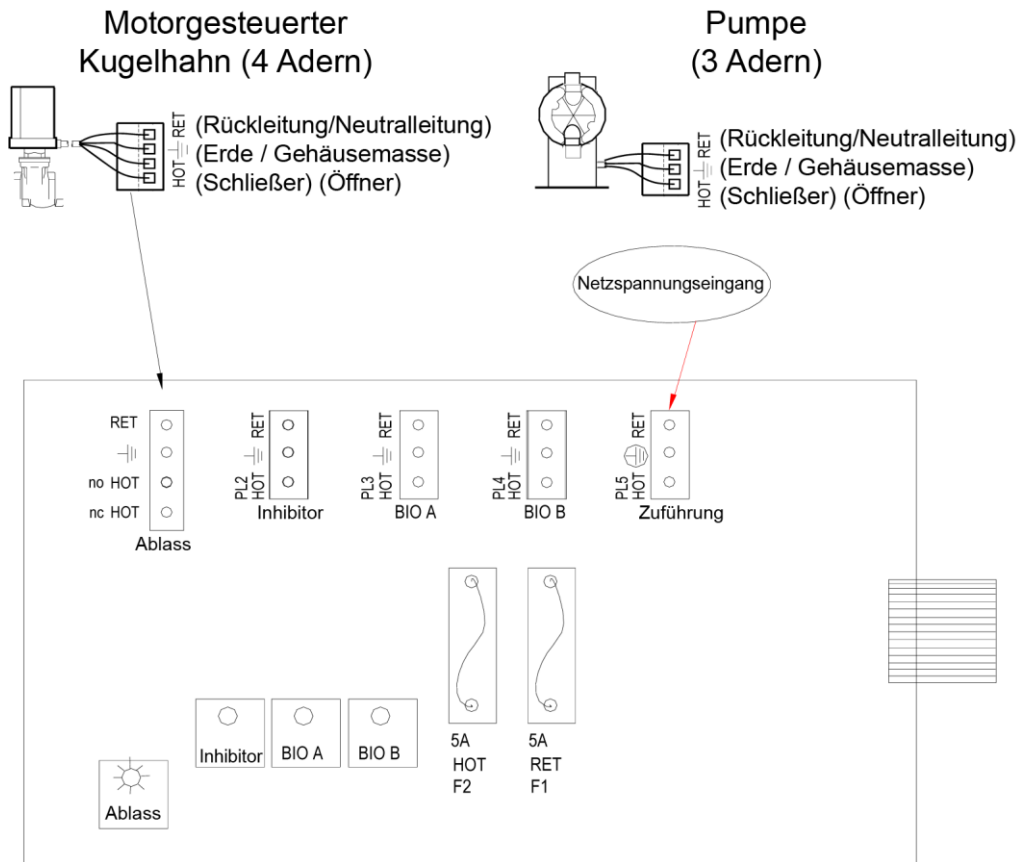

Abb. 6
Die elektronische Eingangsschaltung des *MicroVision* Controllers ist durch eine Sicherung sowohl am Neutraleingang als auch am Spannungseingang geschützt (*austauschbare Sicherung für 5 A, siehe Abb. 6*).
Controller mit Kabelrohren haben zur festen Verkabelung Öffnungen an den Kabelrohranschlüssen. Die Eingangs- und Ausgangsanschlüsse sind in Abb. 6
dargestellt. Verwenden Sie für die Kabelrohrstromversorgungs- und Lastanschlüsse nur Litzenkabel mit einem Querschnitt von 1,2 mm². Die Eingangsspannung wird an **PL5** auf der Relais-Platine (siehe Abb. 6) angeschlossen. Der obere Teil des Klemmenblocks ist abnehmbar, sodass die drei (3) Schrauben des Verbinders bequem zugänglich sind.
Die Niederspannungsanschlüsse befinden sich an der Niederspannungsseite (rechten Seite) der Platine (siehe Abb. 6).